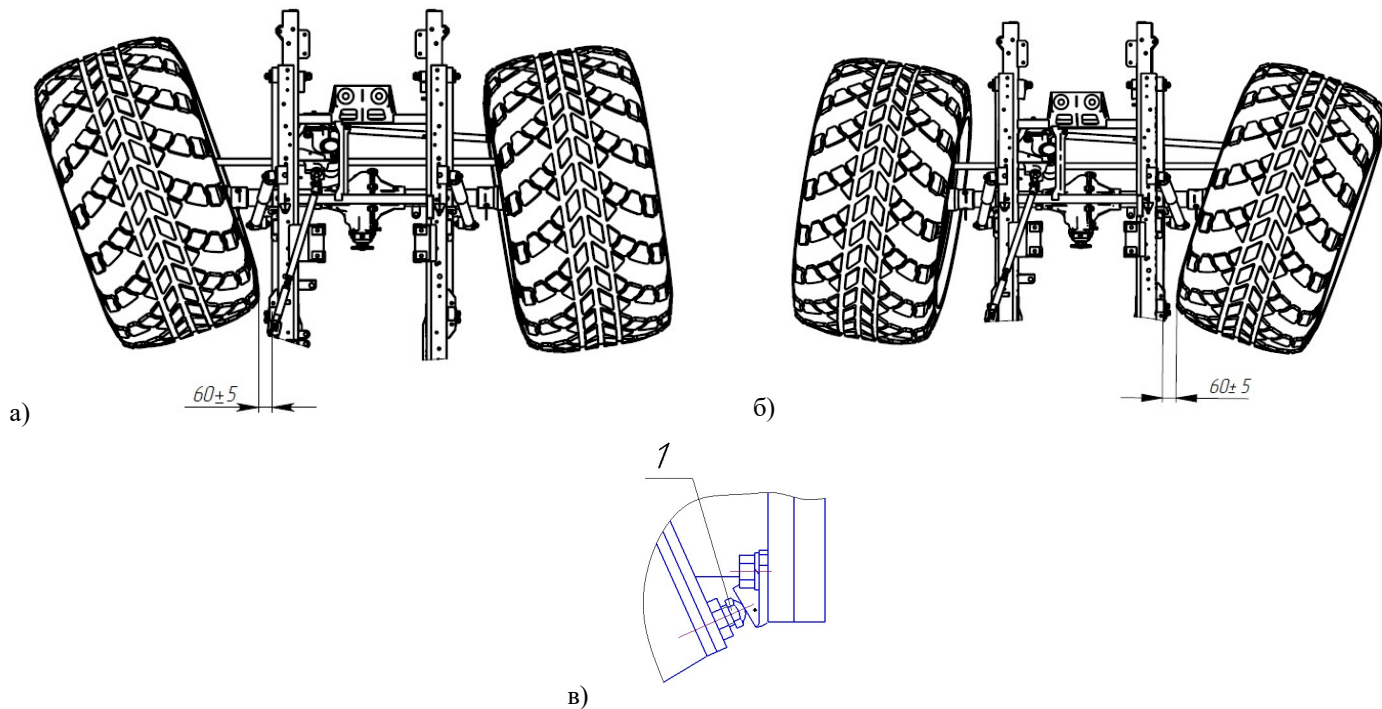

Рис. 6.25. Регулировка углов поворота колес.
Произвести регулировку углов поворота колес переднего моста влево (см. Рис. 6.25 а) и вправо (см. Рис. 6.25 б). Для этого регулировочные болты упоров-ограничителей (Рис. 6.25 в) поворота колес выставить таким образом, чтобы колеса по боковой поверхности шин сзади, при поворотах до упора в регулировочные болты, не доходили до боковых поверхностей рессор на  $60 \pm 5$  мм (Редуктор КР, диск №3, шина 1280 – расстояние от боковой поверхности шин сзади до боковых поверхностей рессор – 115 мм).
а) Ослабить «Пробки упоров 1600-3430011», придерживая «Втулку упора 1600-3430012». Вывернуть против часовой стрелки упоры 39294-3430014-10 (рисунок 6.25) ограничительных винтов 1 и 2.
13. При увеличенном зазоре от упорного болта 1 (рисунок 6.25) до балки (более 0,5...1 мм) (колеса ВТС стоят на твердой опорной поверхности, двигатель запущен) выполнить дополнительную регулировку упоров:
б) Поворачиваем руль до упора вправо. Вращаем упор ограничительного винта 1 против часовой стрелки, контролируя при этом расстояние между упорным болтом и упором (рисунок 6.25). Расстояние должно быть не более 0,5...1 мм.
в) Поворачиваем руль до упора влево. Вращаем упор ограничительного винта 2 против часовой стрелки, контролируя при этом расстояние между упорным болтом и упором (рисунок 6.25). Расстояние должно быть не более 0,5...1 мм..